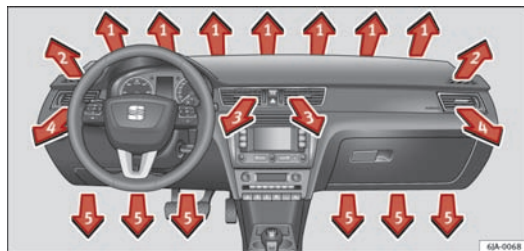
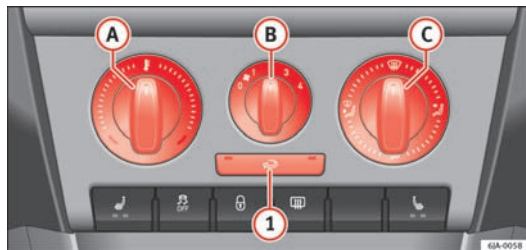

Fig. 97 Luftdyser
Fig. 98 Betjeningsselementer til varme anlæg
- For at ændre luftstrømmens retning i højden skal du dreje skydeknappen opad eller nedad. ⇒ Fig. 97.
- Indstillingen af luftmængden, der kommer ud af dyserne, reguleres via regulatoren (C) ⇒ Fig. 98. Luftdyserne 3 ⇒ Fig. 97 og 4 kan lukkes og åbnes enkeltvis.
- Drej drejeregulatoren **A** ⇒ Fig. 98 mod højre for at øge temperaturen.
- Drej blæserkontakten **B** ⇒ Fig. 98 til en af positionerne 1 til 4 for at tilslutte blæseren.
- Med kontakten til regulering af luftfordelingen **C** ⇒ Fig. 98 kan du regulere luftens retning ⇒ Side 123, Luftdyser.
Du kan indstille alle betjeningsselementer til en vilkårlig mellemposition med undtagelse af blæserkontakten **B** ⇒ Fig. 98.
- Regulator Ⓐ ⇒ Fig. 98 ⇒ Side 124, Ⓑ, Ⓒ og knappen ①
- Tryk på knappen ① ⇒ Fig. 98 ⇒ Side 124. Kontrollampen i knappen lyser.
- Tryk på knappen ① ⇒ Fig. 98 ⇒ Side 124 igen. Kontrollampen i knappen slukker.
Hvis luftdysen Ⓒ ⇒ Fig. 98 ⇒ Side 124 indstilles til position , bliver recirkulationsfunktionen automatisk deaktiveret. Du kan aktivere recirkulationsfunktionen igen i denne position ved at trykke på knappen . ▶